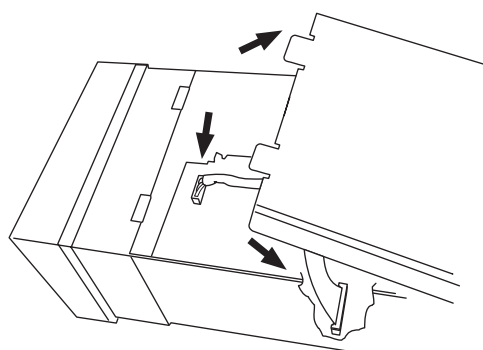

Figure 7.3.2c Limandes et plaque supérieure
4. Retirez avec précautions la plaque supérieure de l'enregistreur et déconnectez les deux limandes de la carte (figure 7.3.2c)